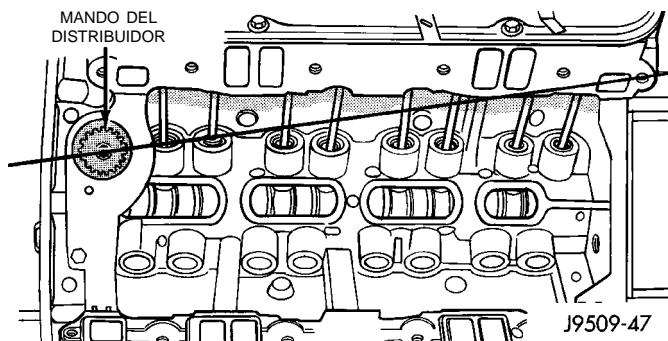

Fig. 36 Posición de la muesca del eje de la bomba de aceite
(3) Instale el eje de forma que una vez que el engranaje encaje en su sitio, coincida con el eje de la bomba de aceite. La muesca de la parte superior del eje de la bomba de aceite debe estar alineada hacia el orificio del perno de sujeción delantero izquierdo del tubo múltiple de admisión (Fig. 36).